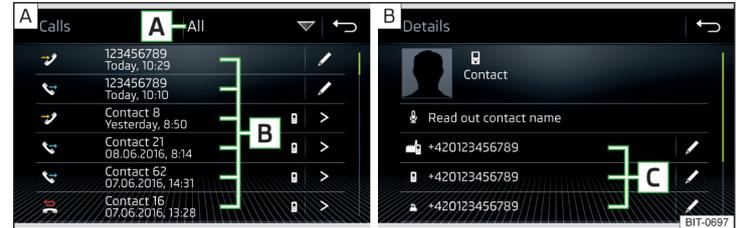

Abb. 184 Anrufliste / Kontaktdetail
- Im Hauptmenü *Telefon* die Funktionsfläche  antippen, es wird eine Anrufliste angezeigt » Abb. 184 - **A**.